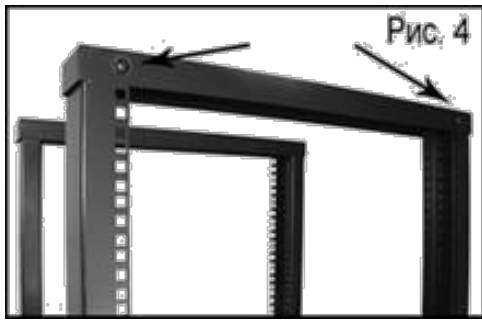

Рис. 4
4. Установка крышки (Рис.4).
С помощью хомута M4x12 установить гайку M4x12 в верхнее отверстие перфорации вертикальной стойки, расположенное на внешней стороне (Рис.4а). Надеть крышку на две вертикальные стойки, так чтобы отверстия в перфорации совпали с отверстиями в крышке. Закрепить двумя винтами M4x12 (Рис. 4с). (спец. винт M4x12 с пластиковой шайбой и гайкой в хомуте (Рис. 4b))
Рис. 4а
Рис. 4с